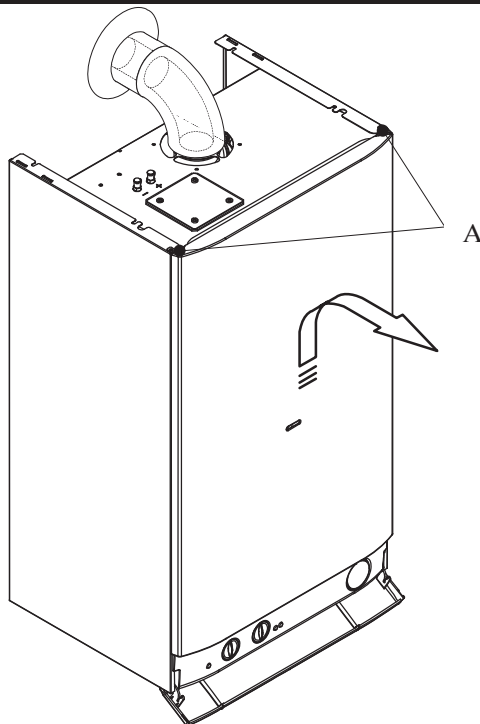

Fig. 8-1
- 1 Loosen the two screws A (Fig. 8-1).
- 1 Ослабьте 2 винта А (рис. 8.1)